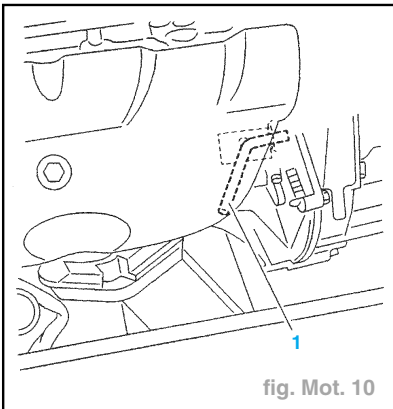

fig. Mot. 10
- Piger le volant moteur à l'aide de la pige **1 4507-TA** (fig. Mot. 10).